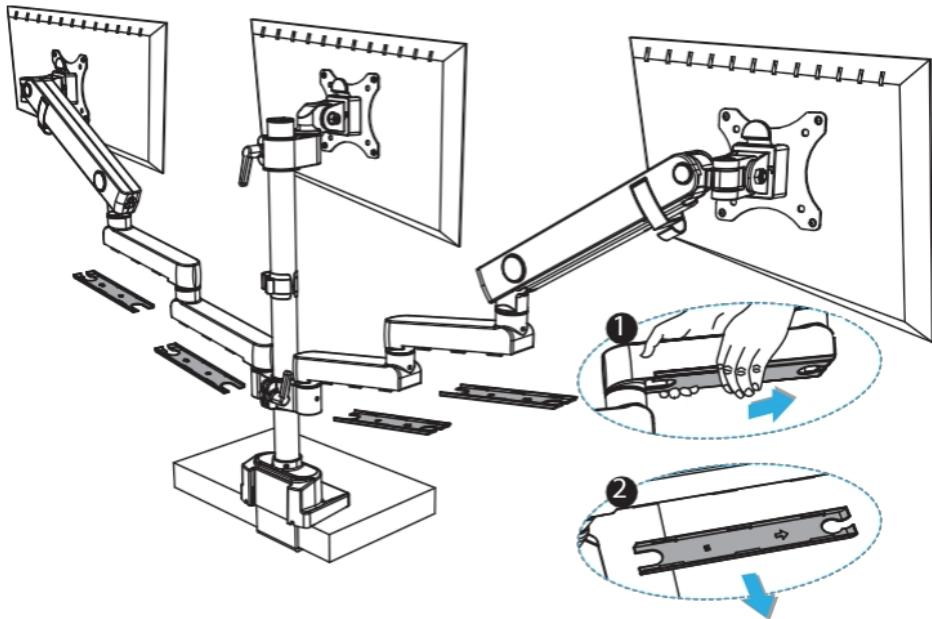

Figure 21
1. Faites glisser et tirez doucement comme indiqué par les **flèches** pour retirer les **couvercles de gestion des câbles** situés sous les **bras pivotants**. (Figure 21)